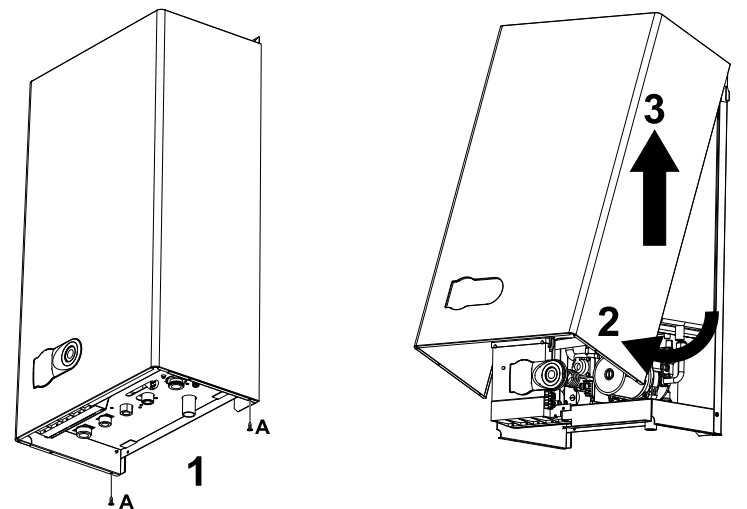

рис. 16 - Открытие кожуха
1. Отвинтите винты "A" (см. рис. 16)
2. Поверните кожух (см. рис. 16)